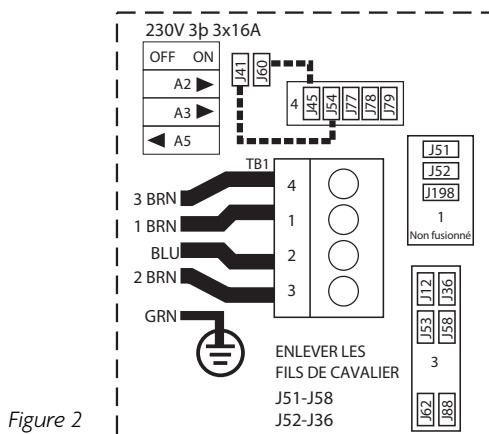

Figure 2
CONNEXION ÉLECTRIQUE OPTIONNELLE: Alimentation Triphasée (Figure 2)
2. Réinstallez seulement les cavaliers comme indiqué par les lignes pointillées sur la Figure 2.